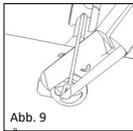

Abb. 9
■ **Abb. 9** Zum Schluss wird mit dem Schneidezängchen (REF 8000 171) der Schaft an der Kopfplatte abgeschnitten. Der dadurch entstehende Pin an der Kopfplatte unterstützt später die Fixierung des Transplantates zwischen Kopfplatte und Trommelfell und beugt einer postoperativen Dislokation vor. Die Länge des Pins kann variiert werden, sollte allerdings mit der Dicke des vorgesehenen Transplantates korrelieren.